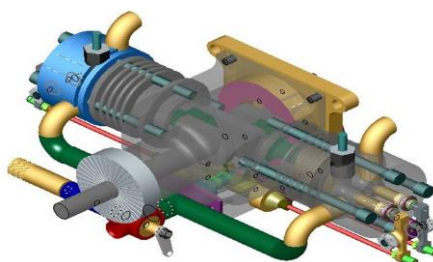

FIGURA 2 – PEÇA MECÂNICA – VISUALIZAÇÃO 3D
- Agregar conhecimentos das áreas de Engenharia, Expressão Gráfica e novas tecnologias para o desenvolvimento de projetos computadorizados (Figura 2);